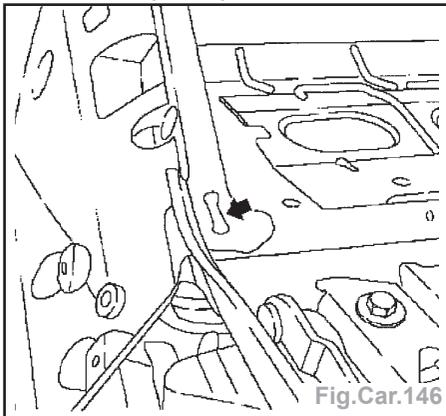

Fig.Car.146
- Préparer la tôle d'angle supérieure (trous oblongs) (Fig.Car.146).